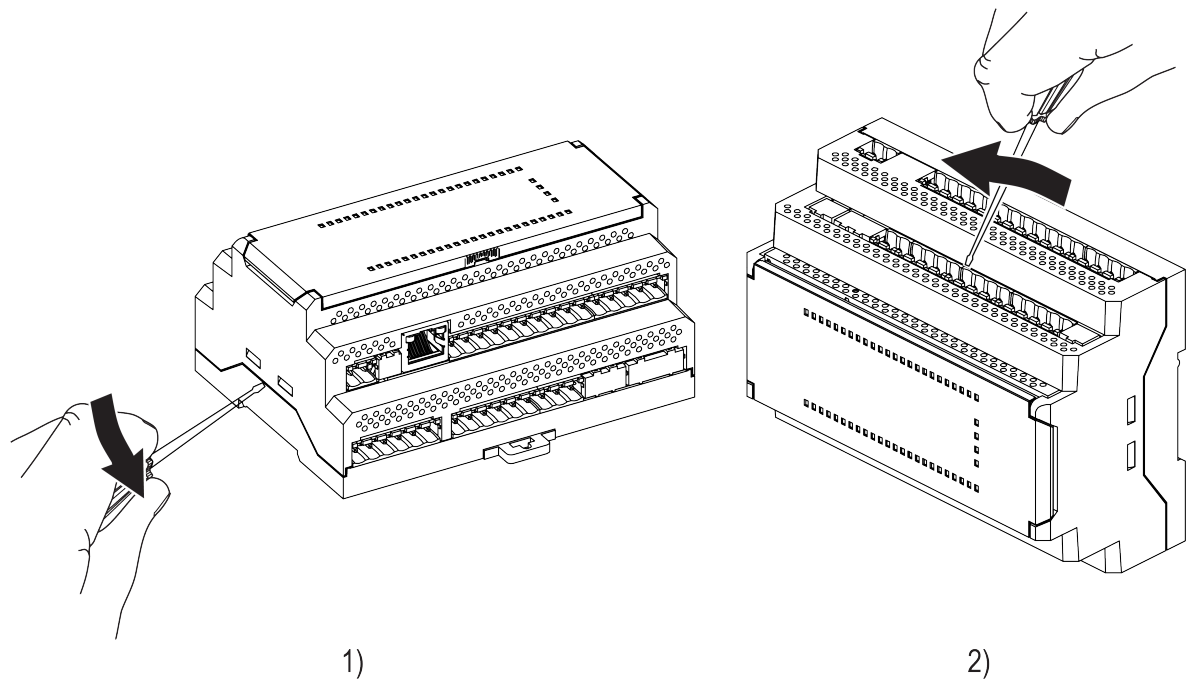

Abb. 8.2 Abnehmen des Gehäusedeckels
2. Lösen Sie die Verriegelungsstifte aus den passenden Öffnungen mit einem Schraubzieher, um den Gehäusedeckel abzunehmen (siehe Abb. 8.2, 1) und heben Sie den Deckel dann leicht an, um den in der entriegelten Position zu halten.
3. Lösen Sie den Gehäusedeckel unter den Anschlussklemmen auf beiden Seiten des Geräts. Biegen Sie den Rand der oberen Öffnung vorsichtig mit einem Schraubzieher als Hebel vom Rand des oberen Steckers weg (siehe Abb. 8.2, 2) und drücken Sie gleichzeitig den unteren Stecker leicht nach innen, um den Gehäusedeckel zu lösen.